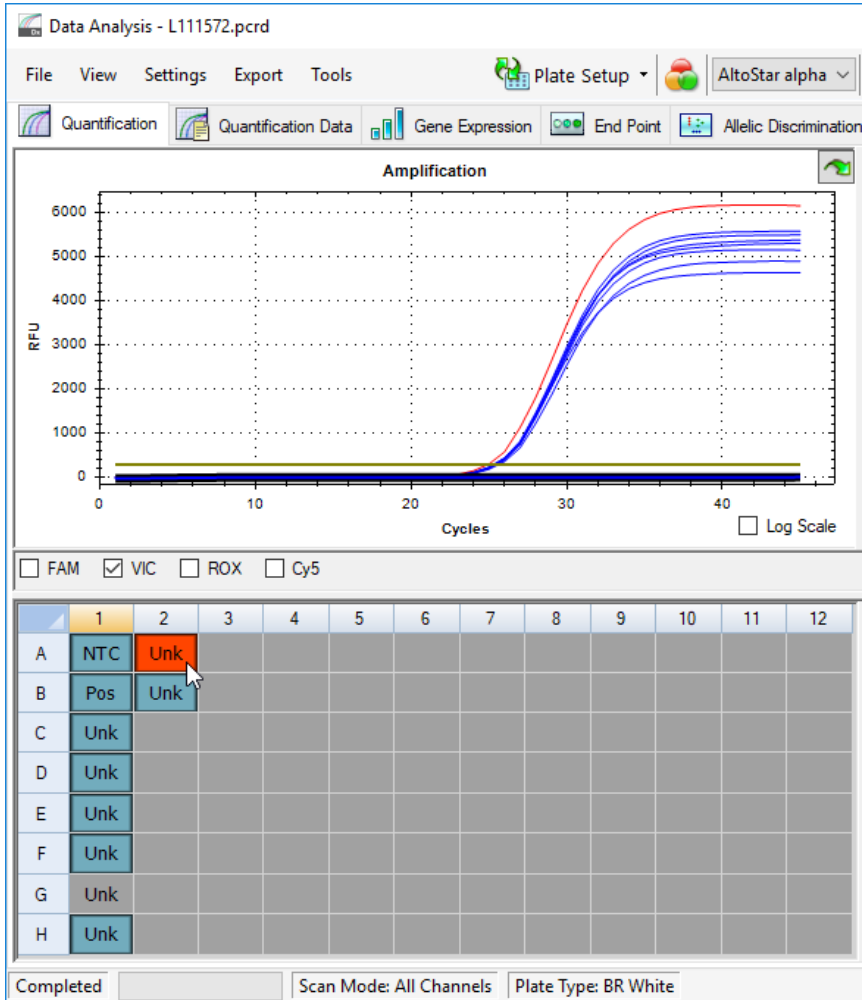

Figure 11: Fenêtre Data Analysis (Analyse des données) : puits non valide
3. Cliquez avec le bouton droit de la souris sur chaque puits contenant des données non valides conformément aux chapitres 7.6.8.2 Validité d'un PCR run de diagnostic à 7.6.8.3 Validité des résultats pour un échantillon, et sélectionnez **Well...** → **Exclude from Analysis** (Puits... → Exclure le puits de l'analyse) (voir les figures 11 et 12).